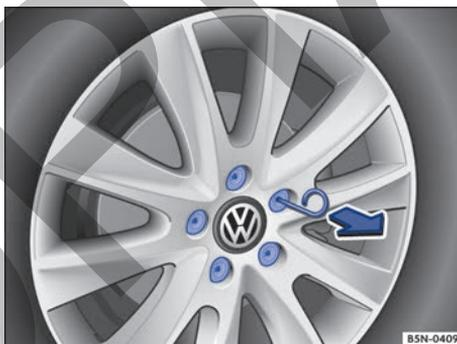

Fig. 234 Retirar las caperuzas de los tornillos de rueda.
- Introduzca el gancho de alambre en el orificio de la caperuza → fig. 234 y tire en el sentido de la flecha.